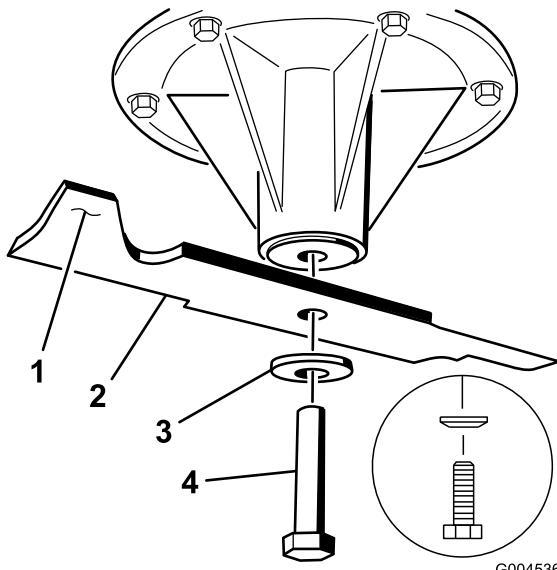

Bild 94
1. Setzen Sie das Messer auf die Spindelwelle (Bild 94).
2. Setzen Sie die Federscheibe und die Messerschraube ein. Der Konus der Federscheibe muss bei der Installation in Richtung Schraubenkopf zeigen (Bild 94). Ziehen Sie die Messerschraube mit 115 bis 149 Nm an.